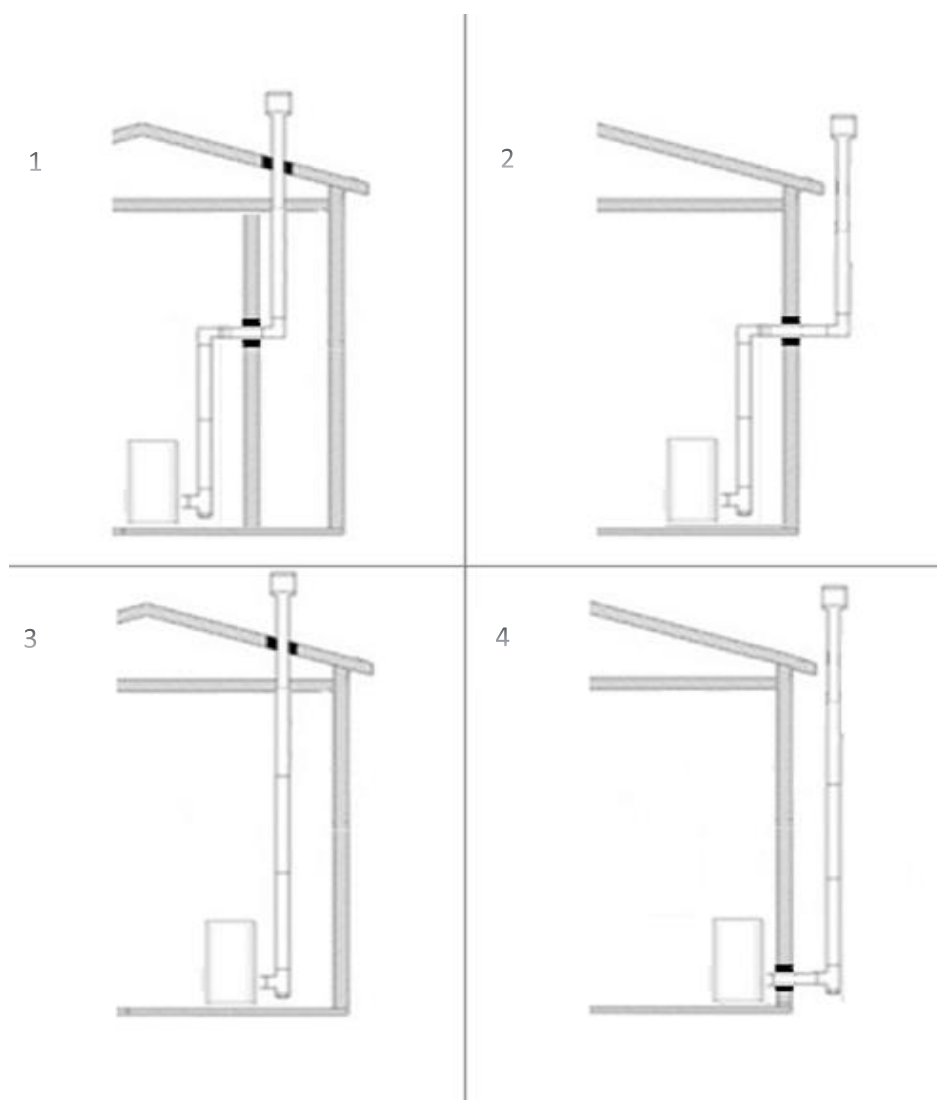

Figura 2
6. En el caso de embocadura del conducto de humos a una chimenea existente que no esté perfectamente perpendicular a la salida de humos del hogar y para aquellos casos en que la salida al exterior se efectuara por la fachada (vea los casos 1 y 2 de la figura 2), se preveera una conexión de los conductos mediante codos. Estos podrán ser de hasta 90° y no deben sufrir estrechamientos.. Además se atenderá lo siguiente: